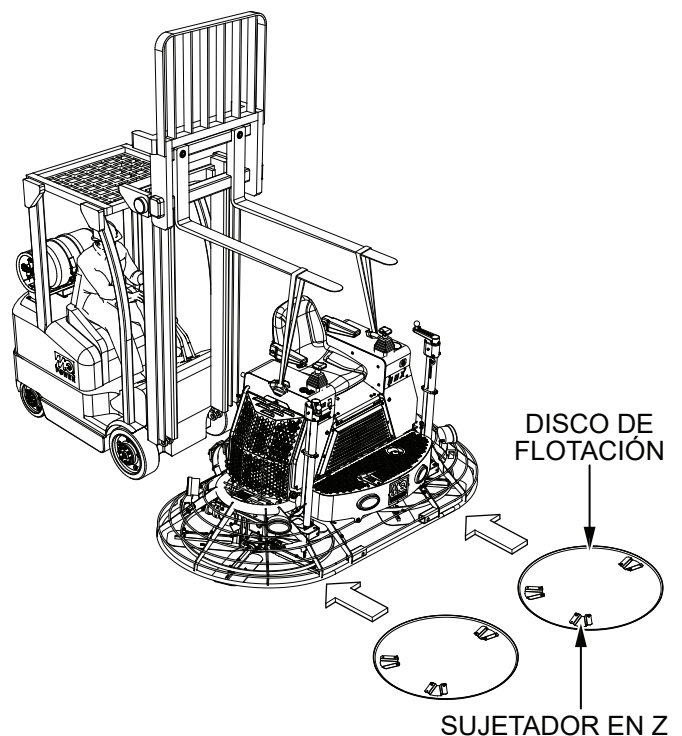

Figura 53. Posición de los disco de flotación
- Levante la alisadora justo lo suficiente para deslizar los discos de flotación con los sujetadores en Z debajo de las hojas (Figura 53). Baje lentamente la alisadora sobre los discos con las hojas adyacentes a los sujetadores en Z.